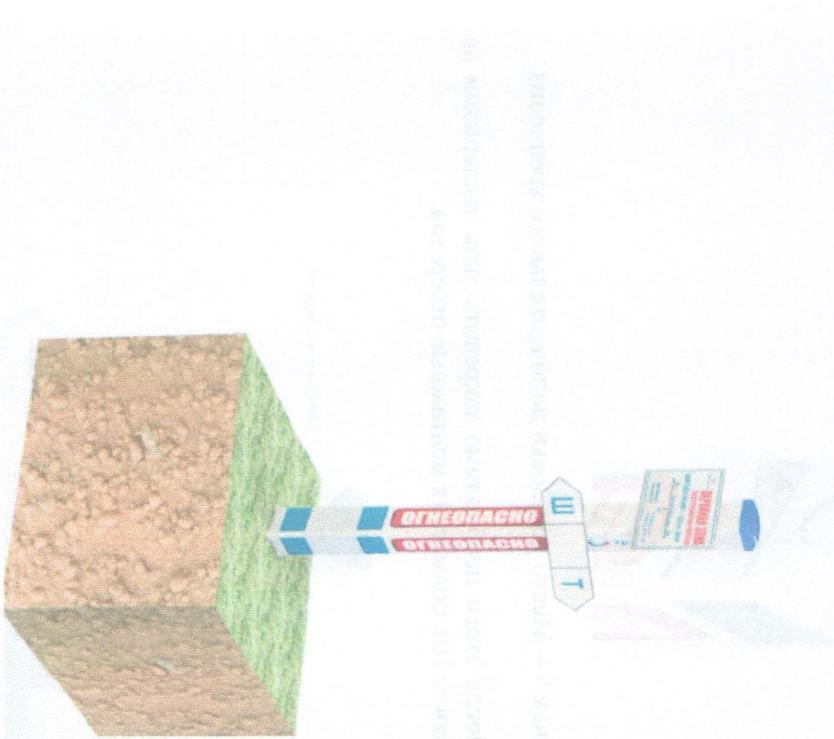

Рисунок 8 – Общий вид ИПЗ.СК.Г с дополнительным опознавательным знаком «Угол поворота».
9.2.3 В случае установки дополнительного опознавательного знака «Угол поворота» на стойке ИПЗ.СК.Г (рисунок 8) необходимо установить крепление для этого знака (рисунок 9), закрепив его с помощью заклепок.